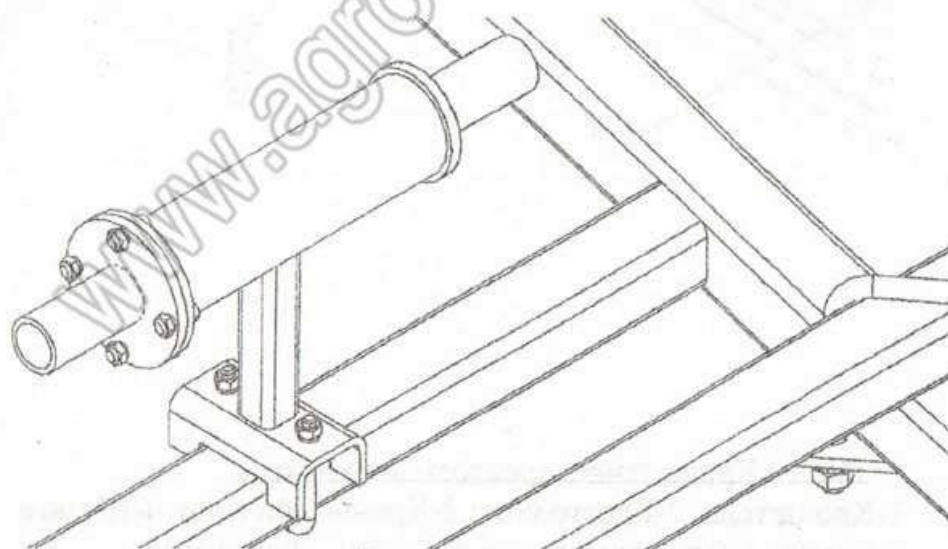

Рис.9 Амортизатор.
2.5.5. Для удержания обеих штанг маркера в нерабочем положении (при переезде с поля на поле, обсева поворотных полос и пр.) на центральной секции предусмотрено два транспортных ушка 5 (рис.9), к которым присоединяются транспортные упоры троса.